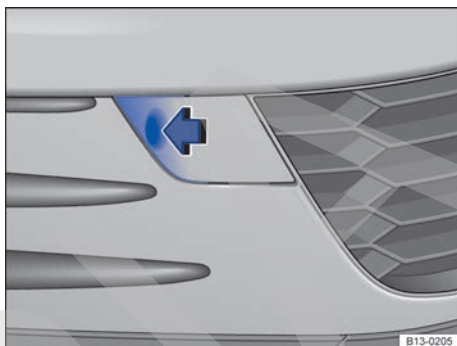

Fig. 174 En el lado derecho del paragolpes delantero: retirar la tapa.
El alojamiento de la argolla de remolque enroscable se encuentra en el lado derecho del paragolpes delantero detrás de una tapa → fig. 174.
- Presione en el lateral de la tapa → fig. 174 (flecha) para desencastrar esta. ▶